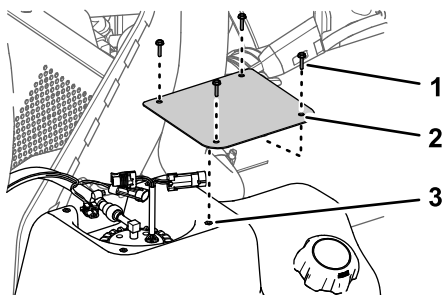

図 115
2. 燃料タンク部分で、カバーを燃料タンクに固定しているねじ#10 x ¾" 4本を外して、カバーを取り外す 図 115。